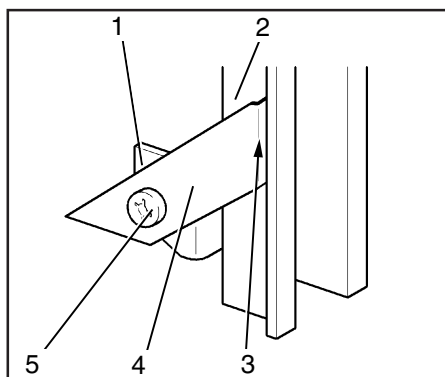

Bild 22 Lösbare Schienensperre (unterer Ausgang) montieren
2. Verriegelungshebel, wie in Bild 22 dargestellt, mit der Kreuzschlitzschraube (22/5) an den Halter anbauen. Dabei muß die abgewinkelte Fläche (22/3) zur Steigschutzschiene zeigen.